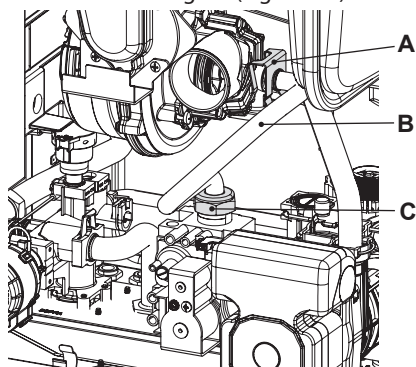

Figura 8.1
- Togliere la forcina A, svitare il girello Ced estrarre il tubo del gas B (Figura 8.1).
**Attenzione per rimontare eseguire le operazioni effettuate in senso inverso, stando attenti a non rovinare la guarnizione OR del tubo gas quando si inserisce il tubo nell'aerotech ed eseguire la prova di tenuta gas dopo aver stretto il girello del tubo gas (Figura 8.1).**